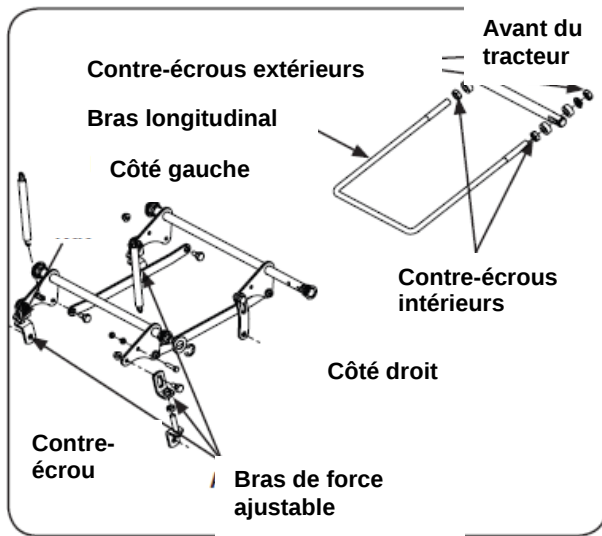

Figure 6-6
Pour ajuster le côté du plateau vers le haut ou vers le bas, tournez de quelques tours le contre-écrou supérieur dans le sens horaire (pour lever) ou antihoraire (pour descendre). Consultez la Figure 6-6.
8. Pour effectuer les ajustements finaux, il faudrait régler le bras longitudinal en ajustant les contre-écrous sur le maillon fileté. Desserrez les contre-écrous et serrez l'écrou inférieur pour atteindre la longueur correcte et la tension de la courroie. Consultez la Figure 6-6.